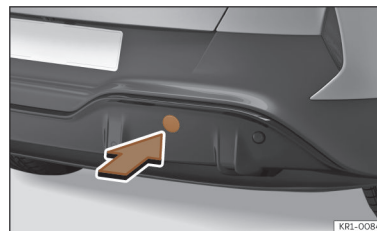

Fig. 185 No lado direito do para-choques traseiro: retirar a tampa.
O alojamento para a argola de reboque enroscável encontra-se na parte direita do para-choques traseiro, atrás de uma tampa >>> **Fig. 185**.
- Pressione a zona superior da tampa >>> Fig. 185 para desencaixá-la.